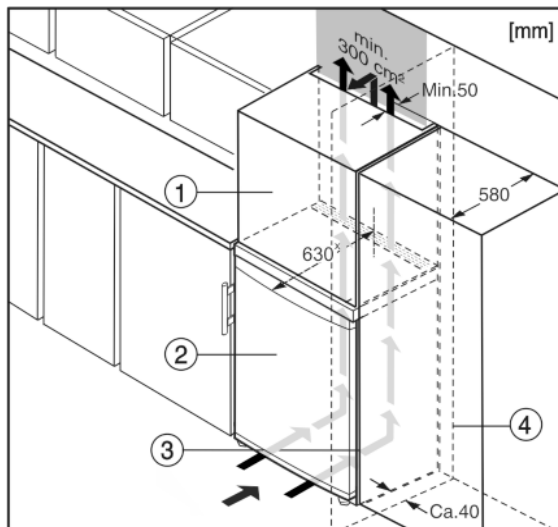

Fig. 10
L'apparecchio può essere incassato in mobili da cucina. Per adattare l'apparecchio Fig. 10 (2) all'altezza della cucina componibile, è possibile applicare sopra l'apparecchio un mobile da appoggio Fig. 10 (1).
Si la cocina posee armarios (profundidad máx. 580 mm), el aparato se puede colocar directamente junto al armario de cocina Fig. 10 (3). El aparato sobresale 34 mm \* por los lados y 50 mm \* en el centro del aparato respecto al frente del armario de cocina.\*
Se l'apparecchio con cerniere viene installato accanto ad una parete Fig. 10 (4), la distanza minima fra l'apparecchio e la parete deve essere almeno di 40 mm, che corrisponde alla sporgenza della maniglia con la porta aperta.\*